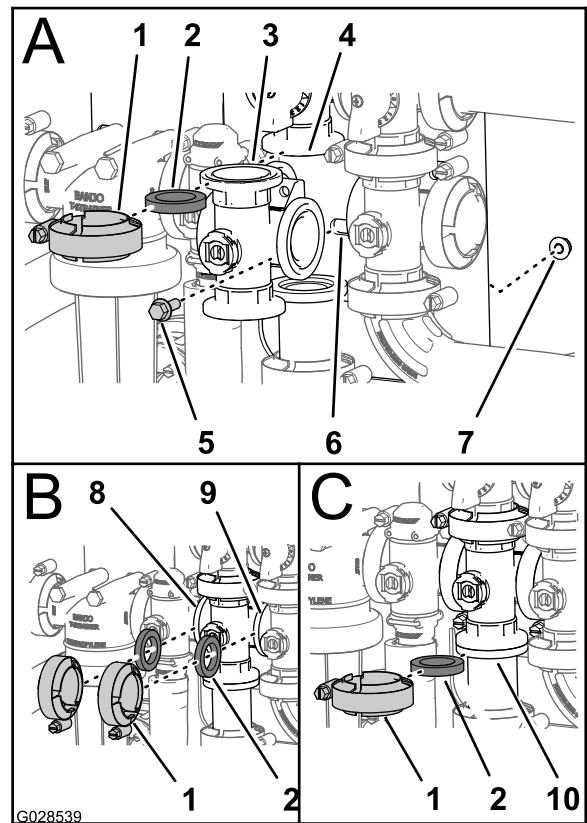

Figura 102
1. Alinhe a flange do coletor da válvula de agitação, uma junta e a flange da válvula de distribuição da agitação (A de Figura 102).
2. Monte o coletor da válvula de distribuição da agitação, junta e válvula de agitação com uma braçadeira e aperte bem à mão (A de Figura 102).
3. Alinhe uma junta entre as flanges da válvula de controlo de aplicação e do coletor da válvula de controlo de aplicação (B de Figura 102).
4. Monte a válvula de controlo de aplicação, junta e coletor da válvula de agitação com uma braçadeira e aperte bem à mão (A de Figura 102).
5. Alinhe uma junta entre as flanges do coletor da válvula de agitação e a válvula da rampa principal (B de Figura 102).
6. Monte o coletor da válvula de agitação, junta e válvula da rampa principal com uma braçadeira e aperte bem à mão (B de Figura 102)
7. Alinhe uma junta entre as flanges do coletor da válvula de agitação e o encaixe do adaptador para válvula de aceleração da agitação (C de Figura 102).
8. Monte o coletor da válvula de agitação, junta e encaixe adaptador com uma braçadeira e aperte bem à mão (C de Figura 102)